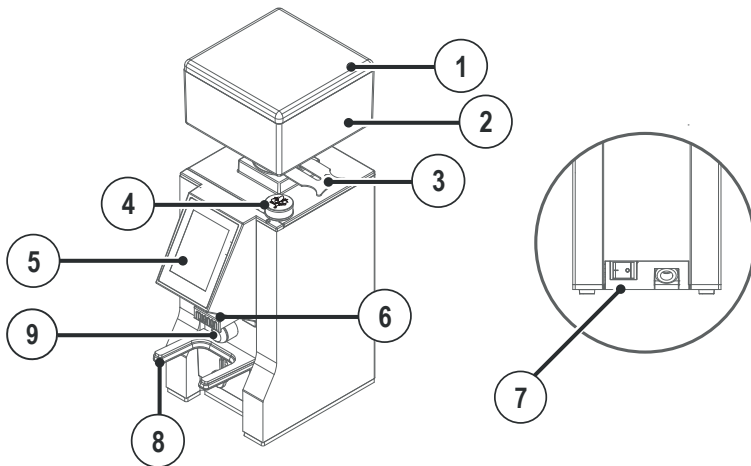
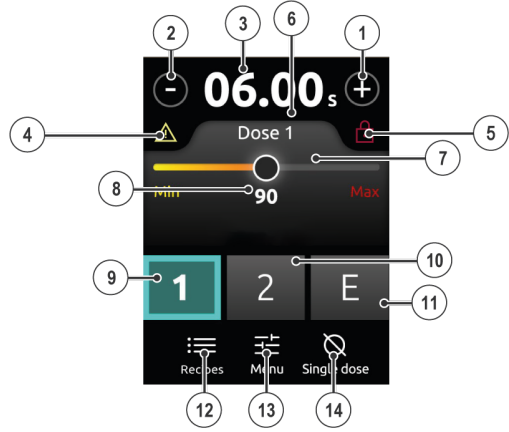

Fig. 5.1 - 设备说明
Fig. 5.2 - 主页
有关设备部件，请参见Fig. 5.1。
有关显示屏的说明，请参见Fig. 5.2。
随着旋钮的旋转，您可以在主页上看到磨片之间的距离；该距离与所选的研磨类型有关（8 -图 5-2）。
- 将开关置于 ON 位置（7 -Fig. 5.1）。
- 使用相对按钮（9,10,11 -Fig. 5.2）选择要分配的剂量。
- 将过滤筛篮放在叉上（8 -Fig. 5.1），确保叉正好位于出分配喷嘴下方（6 -Fig. 5.1）。
- 再次按下所选计量按钮或前按钮（9,10,11 -Fig. 5.2）（9 -Fig. 5.1）。
在停止状态下，显示屏上的研磨时间（3 -Fig. 5.2）闪烁。
要将剂量时间恢复到初始值，请按下闪烁的研磨时间（3 -Fig. 5.2）2 秒钟。
从主页面（Fig. 5.2）可以访问以下功能：
要减少或增加所选剂量，请按主页面上的 + 或 - 按钮（1、2 -Fig. 5.2）。单次剂量变化为 0.05 秒。
要使剂量时间连续变化（增加），请按住 + 或 - 两个按钮中的一个（1、2 -Fig. 5.2）。
要锁定剂量时间调节，请同时按下 + 和 -（1、2 -Fig. 5.2）2 秒钟。如果已锁定剂量分配时间调节，则显示屏上将显示  图标（5 -Fig. 5.2），且 + 和 - 按钮（1、2 -Fig. 5.2）将被禁用。
要解锁剂量时间调节，请同时按下 + 和 -（1、2 -Fig. 5.2）2 秒钟。
选择所需剂量时，按 1、2 或 E 按钮（9、10、11 -Fig. 5.2）。